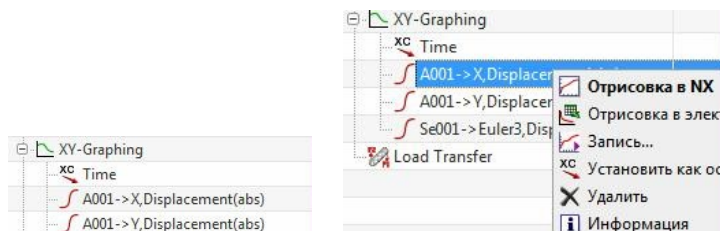

Рис.48
- Как правило, по результатам одного эксперимента строят сразу несколько графиков (рис.48).